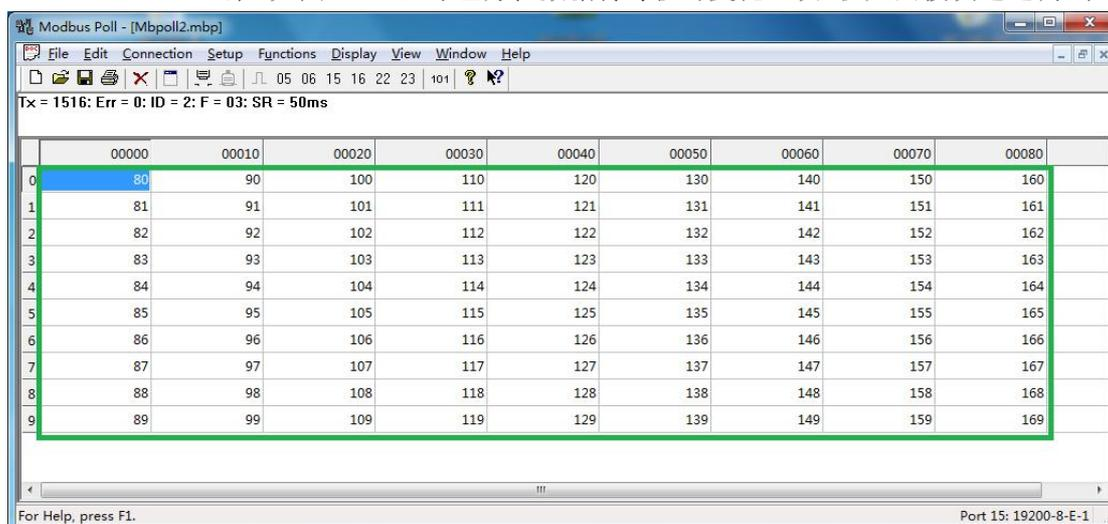

图 4.5.4.1 正常通讯
4.5.4 通讯完成后，软件与 PLC 启动通讯。如果通讯正常，软件就会把 PLC 数据读上来，如图 4.5.4.1，绿色方框数据将每秒钟变化一次，以太网模块通过测试。